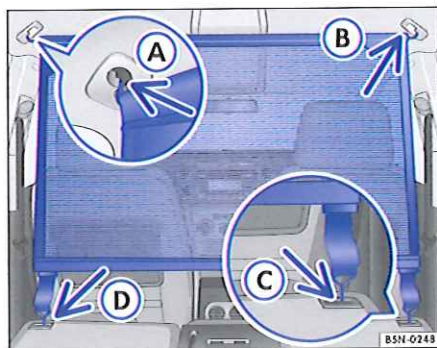

Fig. 103 Dans le coffre à bagages : montage du filet de séparation.
- Accrochez la barre transversale du filet de séparation dans le logement ⇒ fig. 103 (A) situé sur le pavillon.
- Comprimez la barre transversale dans le logement (B) situé sur le pavillon.
- Accrochez les crochets des ceintures de retenue dans les fixations (C) et (D) situées sur les dossiers de banquette arrière.